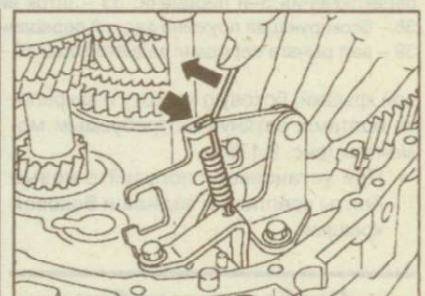

Рис. 9.186. Снятие подпружиненного рычага и блокирующей пружины с узла рычага передачи заднего хода
6. Аккуратно снимите подпружиненный рычаг и блокирующую пружину с узла рычага передачи заднего хода (рис. 9.186).